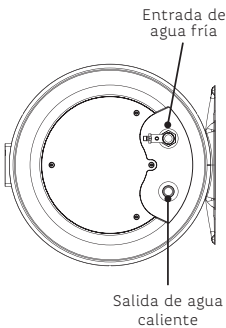

Figura 1.
- Cuando la presión interna de la Terma es de más de 0,8 MPa, la válvula de seguridad se activa automáticamente disipando la sobrepresión (Figura 1). En ninguna circunstancia la salida debe ser bloqueada.